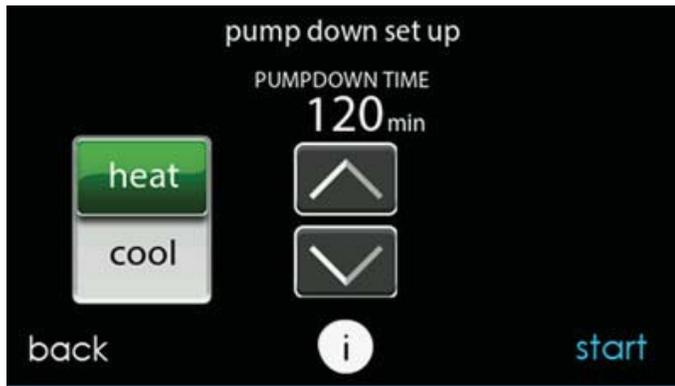

Fig. 22 – Pantalla "Pump Down Setup" (Configuración de bombeo) ^{A20040}
3. Seleccionar el modo de bombeo en los modos (COOL [Enfriamiento] o HEAT [Calefacción]) permite aislar el refrigerante en la unidad exterior. El modo HEAT (Calefacción) permite aislar el refrigerante en el serpentín interior y el conjunto de tuberías. Establezca el período deseado. El período predeterminado para el procedimiento es de 120 minutos. Consulte la Fig. 22.